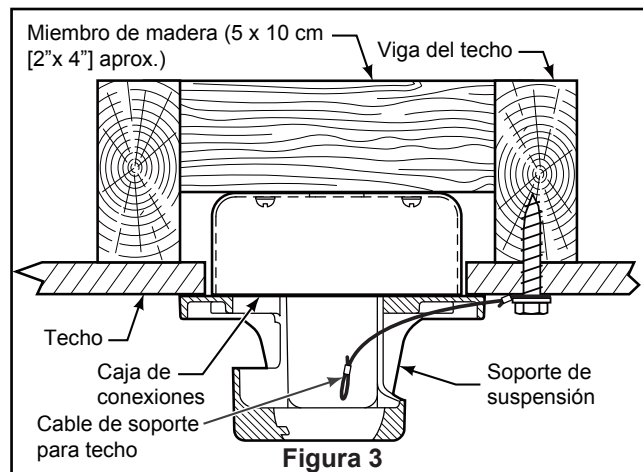

Figura 3
Uso del soporte (Figura 3)
3. Retire los seis tornillos preensamblados de la arandela del acoplador del motor del ensamblaje del motor y guárdelos para volverlos a instalar en el paso 7. (Figura 3)
3. Introduzca los cables de color negro, blanco y azul cables y cable de seguridad a través de la varilla. (Figura 3)
1. Perfore un orificio de 1/4" en la estructura del edificio para evitar grietas con la instalación del tornillo de intervalo. Utilice el tornillo de intervalo de 3/8"x 2" y la arandela plana para fijar el cable de seguridad a la viga del techo o a la estructura de madera. Dicho tornillo pasará a través de arandela plana, la presilla del cable de seguridad y se fijará en la estructura del edificio. (Figura 3)
NOTA: el cable de soporte para techo no se puede asegurar solamente a la caja de conexiones; se debe asegurar directamente a la viga de techo o miembro estructural con el tornillo de cabeza cuadrada de 3/8"x2" y la arandela plana. (Figura 3)
2. Deslice el receptor en el soporte de suspensión antes de realizar el cableado como se muestra en la figura 3.
3. Instale la unidad de luz LED sobre de la ensamble de la placa de iluminación utilizando las dos ranuras principales de la placa de conexión. Vuelva a colocar el tercer tornillo y asegure los tres tornillos. (Figura 3)
3. Para que el ventilador sea funcional, instale las pila (incluidas) de 23A/12V en el transmisor del mando a distancia. Mientras el ventilador esté apagado. A continuación, siga el proceso de fijación remota de código. Si no se utiliza el ventilador durante un largo periodo de tiempo, extraiga la batería para evitar cualquier daño al transmisor. Almacene el mando a distancia en un lugar alejado del calor o la humedad excesiva. (Figura 3)